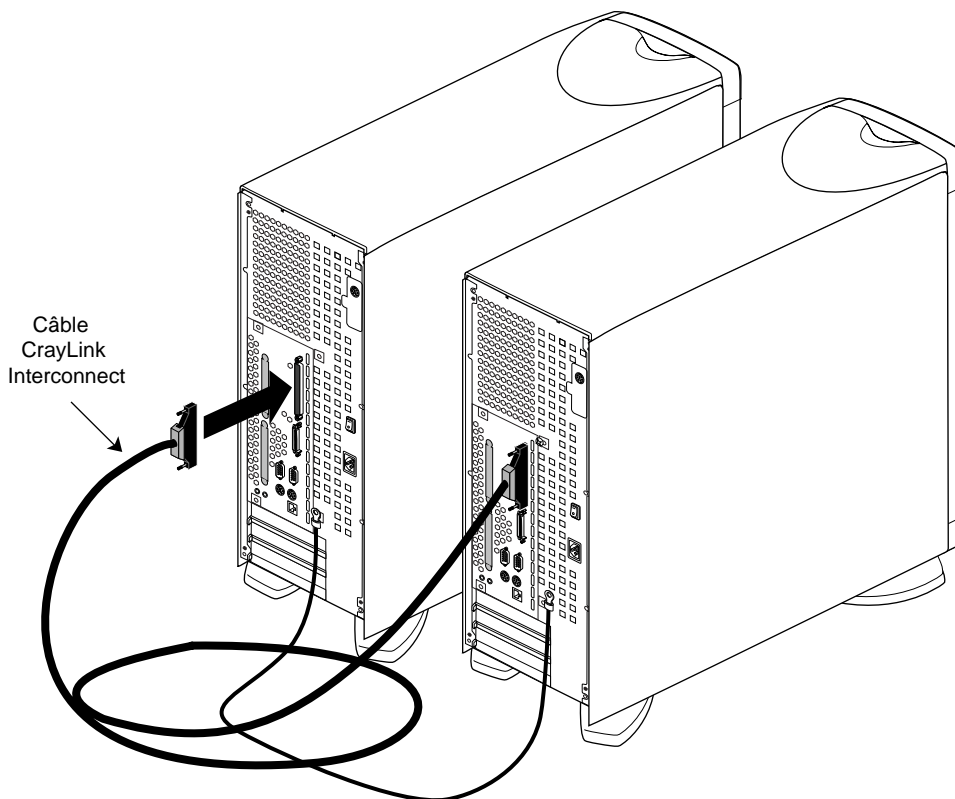

Figure 2-20 Connexion du câble CrayLink Interconnect et du câble de mise à la terre
7. Connectez les deux modules avec le câble CrayLink Interconnect, comme indiqué à la Figure 2-20. Serrez bien les vis à papillon sur les connecteurs pour assurer un bon fonctionnement de Craylink.